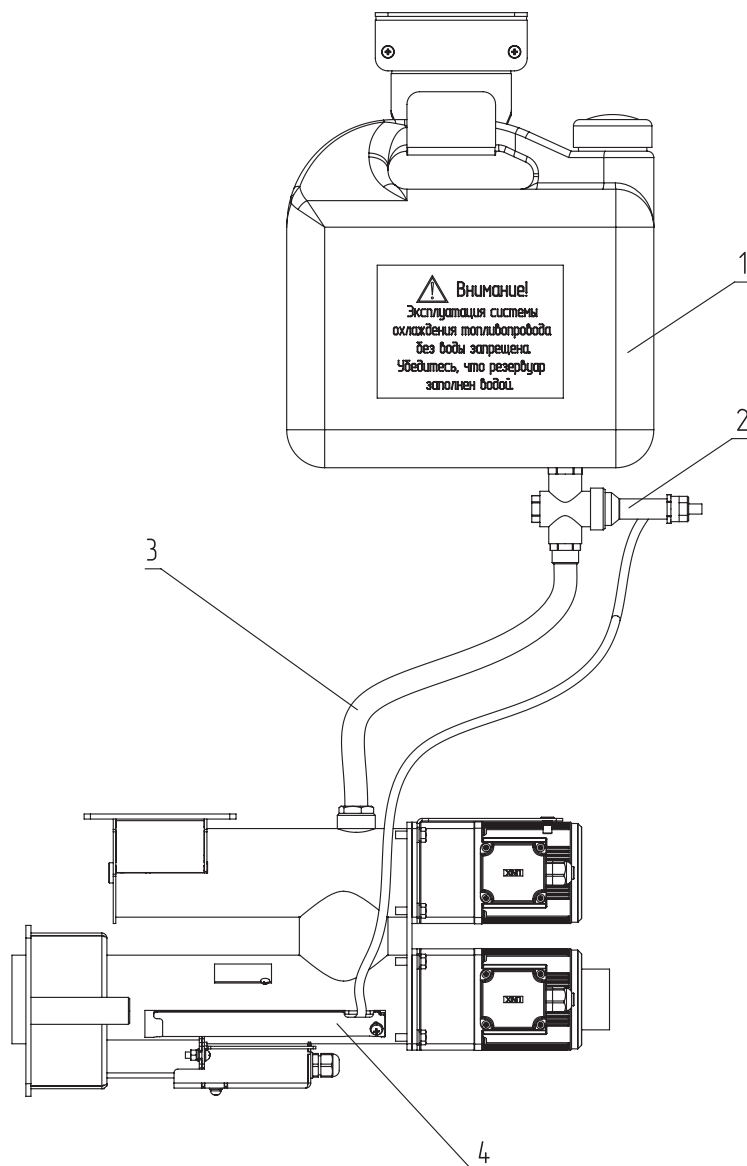

Рис. 3 Система охлаждения топливпровода
- Для обеспечения полной пожарной безопасности для работы на пеллетах обязательно устанавливать систему охлаждения топливопровода (доступно в качестве опции, см. **Рис. 3**). Система охлаждения топливопровода, наполненная водой, является основным элементом защиты котла от протекания топлива в бункер. Следите и поддерживайте полный уровень жидкости в ее емкости;
Внимание! Термобаллон клапана (**Рис. 3, поз. 4**) должен быть зафиксирован в гильзе винтом.